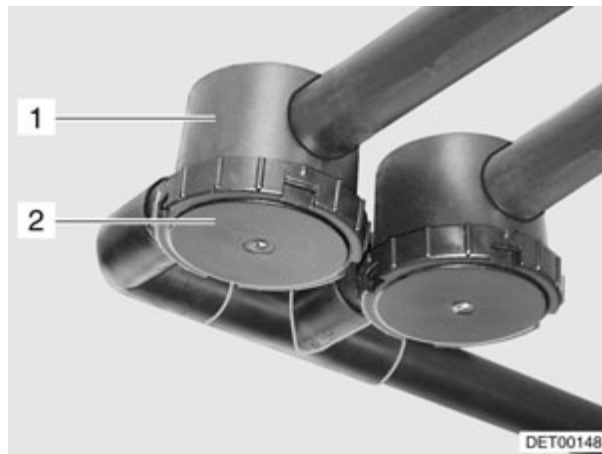

Fig. 135 Cierre contra olores
Según el modelo, la caravana se ha equipado con cierres contra olores (Fig. 135,1), para evitar los posibles olores causados por la instalación de aguas residuales. Los cierres contra olores se han montado en las tuberías de aguas residuales.
- Limpiar los cierres contra olores a más tardar cada dos años. Para esto, desenroscar el fondo (Fig. 135,2).